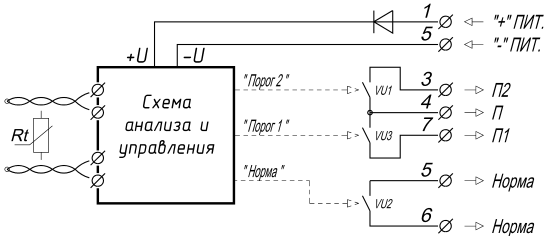

Рис. 4.2
4.8 Схема выходного каскада модуля «МИП-М» для 4-х проводной схемы подключения приведена на рис. 4.2.